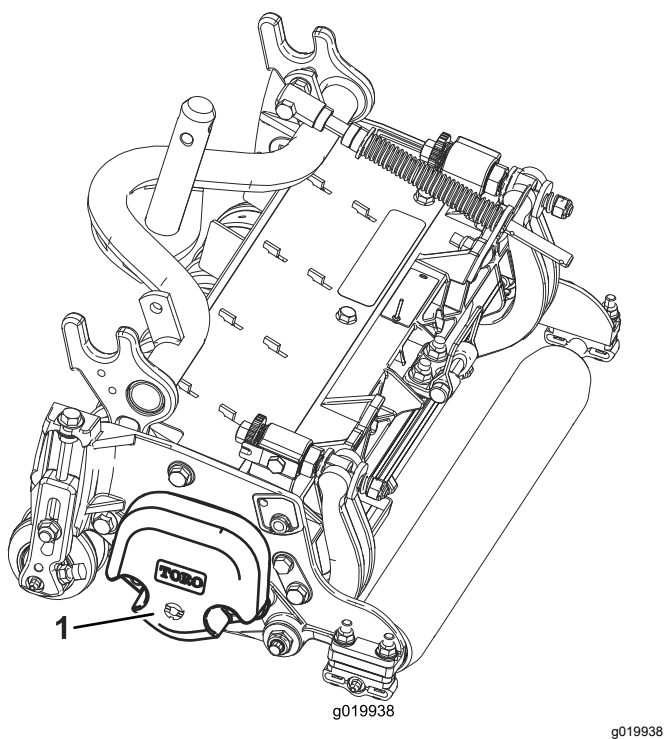

図 3
4. カウンタウェイト 図 3 を、決められている側に取り付けるカッティングユニットのオペレーターズマニュアルを参照。